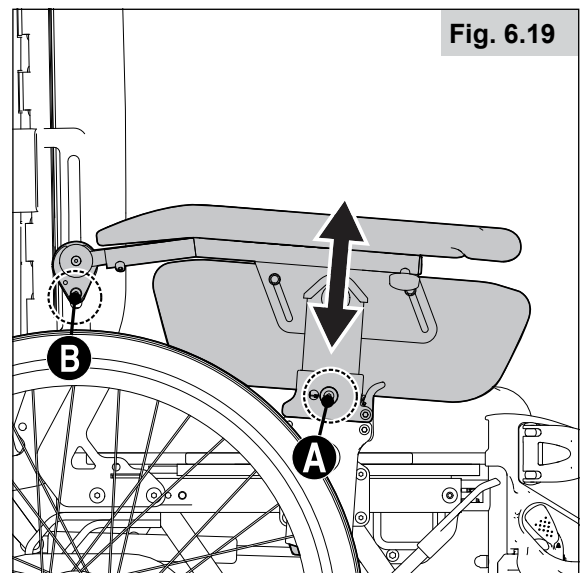

Fig. 6.19
6.18 Höhe der Armlehnen verstellen (Fig. 6.19)